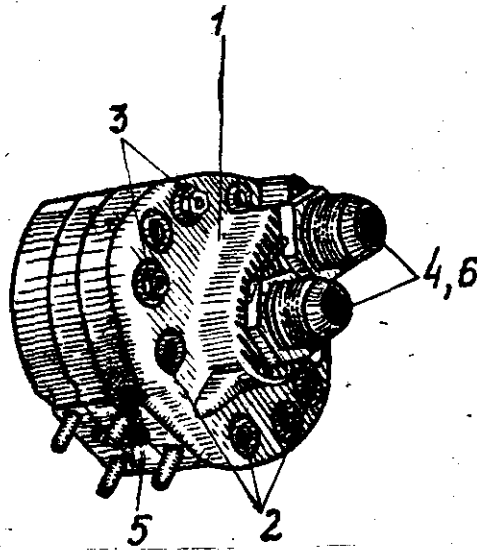

Рис. 27. Насос откачки масла из масляных полостей заднего подшипника компрессора и подшипника турбины.
4. Отверните шесть гаек со шпилек 2 (рис.27) крепление масляного насоса откачки к переходнику и снимите пружинные и плоские шайбы.